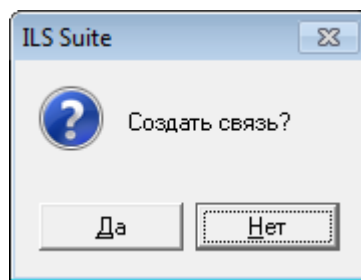

Рис. 27-15 – Диалоговое окно
4) В появившемся диалоговом окне нажать кнопку «Да» для подтверждения создания связи или «Нет» – для отмены создания связи между объектами (рис. 27-15).